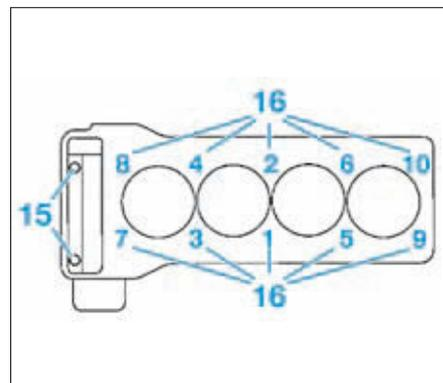
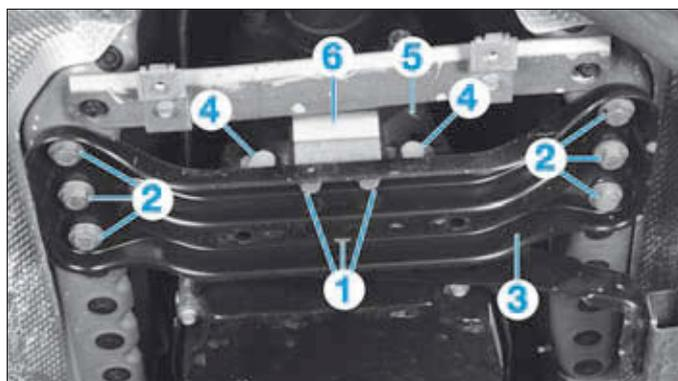
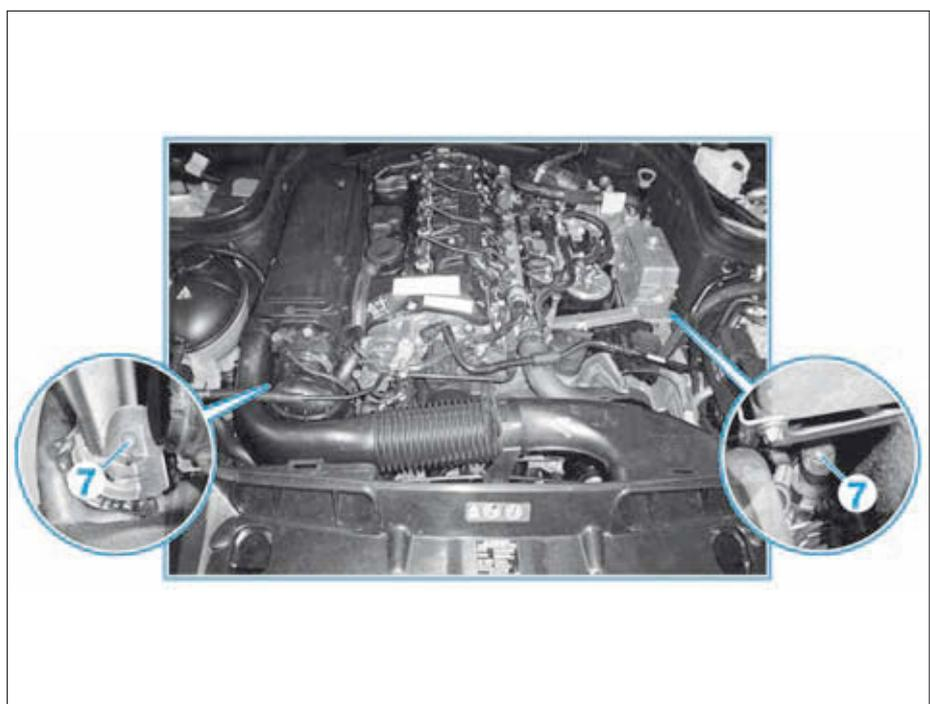

FIG. 59
FIG.60
FIG.61
- la canalisation d'alimentation en huile de turbo-compresseur (12),
- les 3 vis (13),
- le turbocompresseur (14),
- les 2 vis (15).
- Desserrer progressivement et par passes successives dans l'ordre inverse les vis de culasse (16) puis les déposer (Fig.59).
- Serrer les vis de culasse dans l'ordre suivant et au couple prescrit (Fig.59) :
- 1 : serrer les vis (16) selon la 1o passe.
- 2 : serrer les vis (15).
- 3 : serrer les vis (16) selon la 2o passe.
- 4 : contrôler le serrage des vis (15).
- 5 : serrer les vis (16) selon la 3o passe.
- 6 : serrer les vis (16) selon la 4o passe.
- Déposer les vis (1) (Fig.60).
- Déposer les vis (2) puis la traverse (3).
- Déposer les vis (4) du support (5), puis déposer le silentbloc arrière (6).
- Déposer les vis (7) des silentblocs avant (Fig.61).